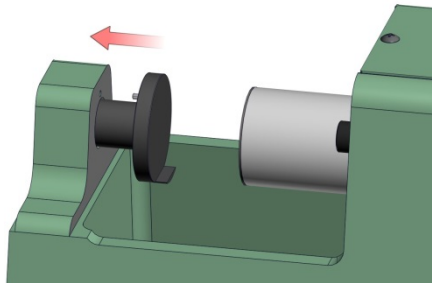

Figura 5.2.2
1. Instale os dois grampos de força de divisão alinhando primeiro cada um dos pinos na parte de trás dos grampos com os furos na base e no pistão hidráulico da máquina de resistência universal. Depois, arraste com cuidado o acessório de 24 mm para a base (esquerda) e o acessório de 15 mm para o pistão hidráulico (direita). Consulte a Figura 5.2.2. para instalação.